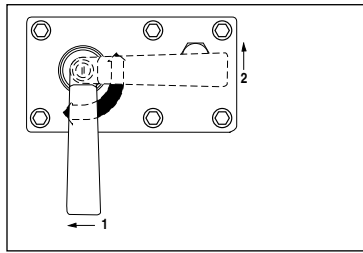

Figura 6
(Véase figura 6).
3. Girar la maneta de control de la válvula a la posición retracción ("2") (consultar figura 6 para posiciones de la válvula).